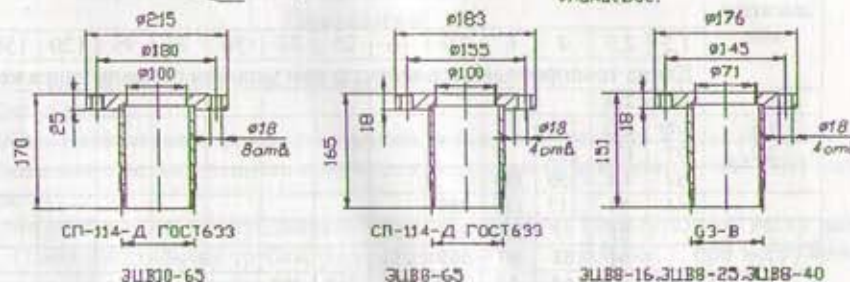

Рис. 1
Электронасос ЭЦВ состоит из (см. рис.1): насосной части поз. 1; электродвигателя поз. 2; проводов токоподводящих поз. 3; клапана поз. 4; таблички поз. 5; кожуха защитного поз. 6; сетки защитной поз. 7; сетки или пробки сливной поз. 8.
Водоподъемную трубу с муфтой вернуть в патрубок электронасоса до отказа или присоединить при помощи фланцевого соединения (см. рис. 1). За отдельную плату могут поставяться переходные втулки с резьбы G2-B на G2-B и с G3-B на G2½-B, а также переходники с резьбы на фланец (см. рис. 1). По заказам потребителя изготавливаются другие переходные втулки.
6.3.7 Для предотвращения повреждений токоподводящих проводов при монтаже электронасоса с фланцевым соединением необходимо использовать ответный фланец с выборкой (см. чертеж фланца на рис. 1).
Заполнение полостей электродвигателя происходит через фильтрующую сетку поз.8 (см. рис. 1) или специальные трубки, расположенные под сеткой поз.7, при погружении электродвигателя в воду. Пробку поз. 8 перед погружением не выкручивать.
- 3 Придерживая вал насоса в верхнем положении (см. п. 2), установить насос на фланец электродвигателя и замерить размер "X" между концами вала (см. рис. 1).